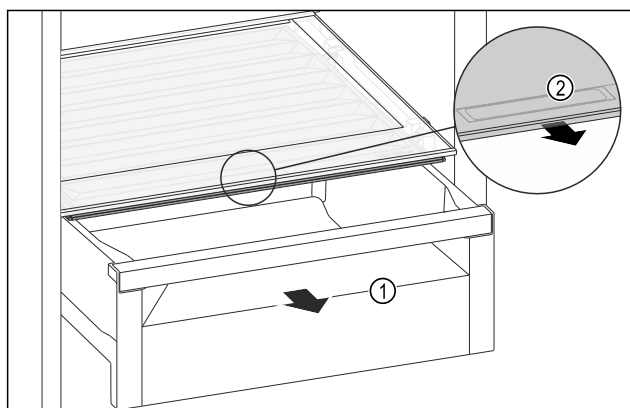

Fig. 108
- Trekk ut skuffen Fig. 108 (1).
- Ta tak i det innfelte grepet Fig. 108 (2) på lokket, og trekk samtidig lokket forover.